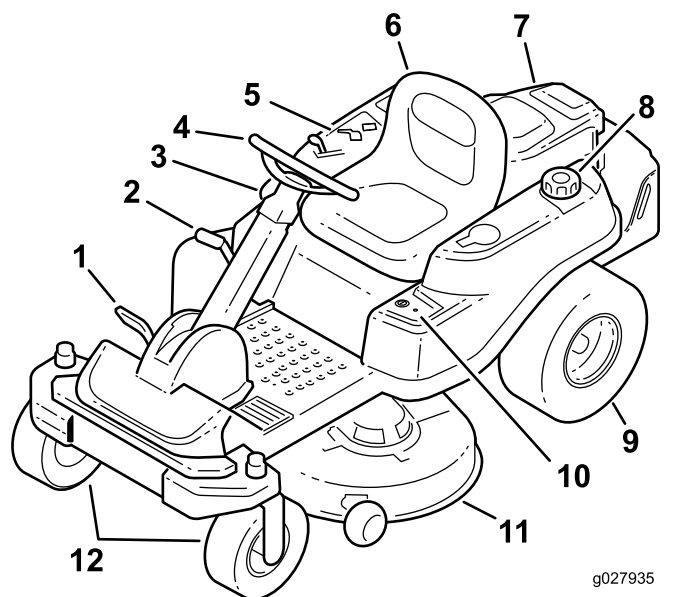
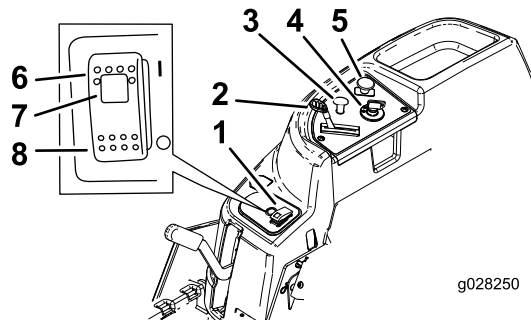

Bild 4
Bild 5
Machen Sie sich mit allen Bedienelementen in Bild 4 und Bild 5 vertraut, bevor Sie den Motor anlassen und die Maschine bedienen.
Die Zündung hat drei Stellungen: Off (Aus), Run (Lauf) und Start. Der Schlüssel geht auf die Start-Stellung und dann beim Loslassen auf die Run-Stellung. Wenn Sie den Schlüssel in die Aus-Stellung drehen, wird der Motor abgestellt. Ziehen Sie den Schlüssel immer ab, wenn Sie die Maschine unbeaufsichtigt lassen, damit der Motor nicht aus Versehen von jemandem angelassen werden kann (Bild 5).
Lassen Sie einen kalten Motor mit Choke an. Ziehen Sie das Choke-Handrad heraus, um es zu aktivieren. Drücken Sie den Choke herein, um ihn zu deaktivieren (Bild 5).
Der Gasbedienungshebel ist stufenlos zwischen Schnell und Langsam verstellbar. Bei einer nach vorne geschobener Gasbedienung wird die Motorgeschwindigkeit erhöht, bei einer nach hinten geschobenen Gasbedienung wird die Motorgeschwindigkeit verringert (Bild 5).
Mit dem Zapfwellenantriebsschalter kuppeln Sie die Schnittmesser ein oder aus (Bild 5).
- Drücken Sie den SmartPark™-Schalter in die Ein-Stellung (Bild 5).